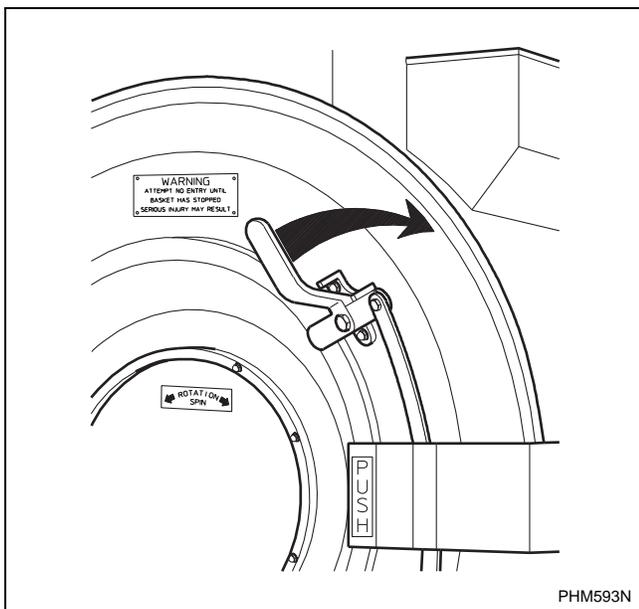

Figura 26
3. Con la mano derecha gire la manija de la puerta en el sentido del reloj para abrir la puerta hacia la izquierda. Consulte la *Figura 26*.